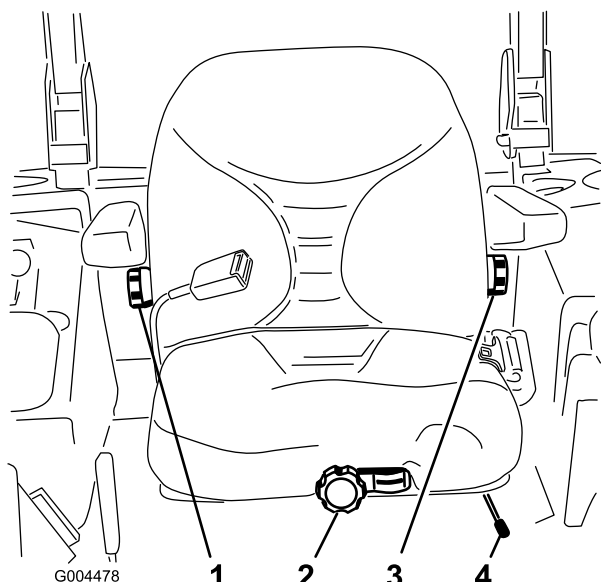

Figure 14
1. Poussez le levier de réglage sur le côté pour débloquer et régler le siège (Figure 14).
Sans vous asseoir sur le siège, tournez le bouton avant dans un sens ou dans l'autre pour obtenir la position la plus confortable (Figure 14).
Pour ce faire, tournez le bouton situé sous l'accoudoir droit dans un sens ou dans l'autre pour obtenir la position la plus confortable (Figure 14).
Pour le régler, tournez le bouton situé sous l'accoudoir gauche dans un sens ou dans l'autre pour obtenir la position la plus confortable (Figure 14).